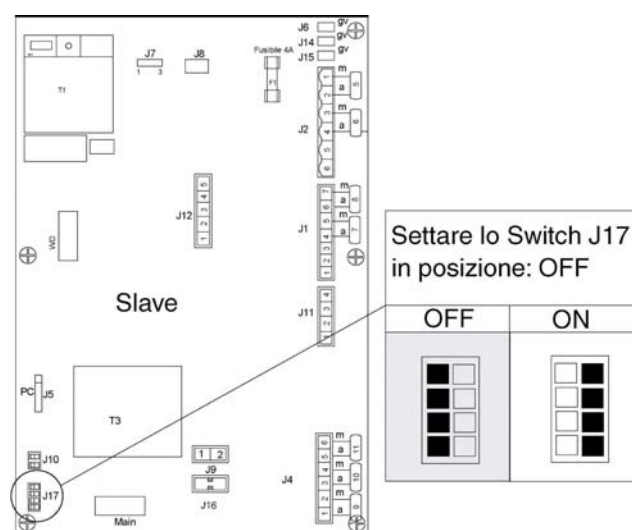

Figura 25
- Settare tutti e quattro gli interruttori J17 presenti su ogni Slave del gruppo termico nella posizione Off (Figura 25);